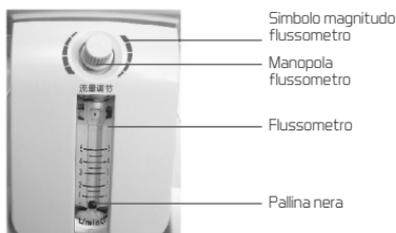

Figura 5
- › Girare l'interruttore di flusso per ricevere l'ossigeno necessario (pallina nera al centro del condotto). Girare l'interruttore in senso antiorario per aumentare la portata, e in senso orario per diminuirla. Nel frattempo, sul contenitore dell'umidificatore si formerà una bolla d'aria intorno al setaccio centrale. L'ossigeno arriva quindi dalla relativa presa. (Figura 5)